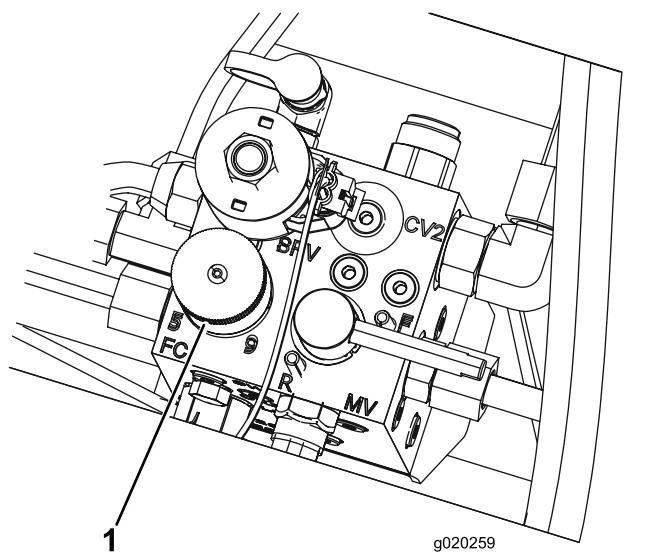

図 32
- リールの速度を設定するには、ノブ 図 32 を回して、ノブの矢印を、所定の番号に合わせます。